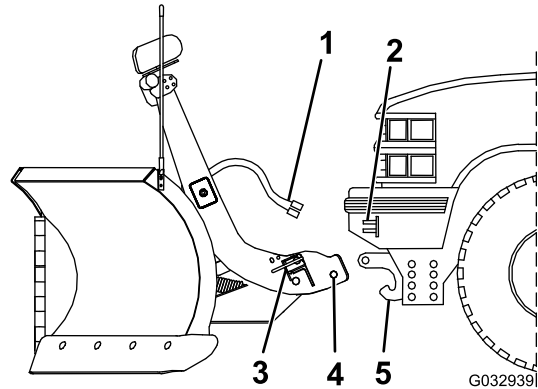

Figura 30
2. Alinee el vehículo con la quitanieves, conduzca y avance lentamente hasta que el pasador inferior entre en contacto con el receptor del pasador de la viga de empuje (Figura 30).
4. Retire las cubiertas antipolvo del enchufe eléctrico y conecte el arnés de cables de la quitanieves al arnés de cables del vehículo (Figura 30).